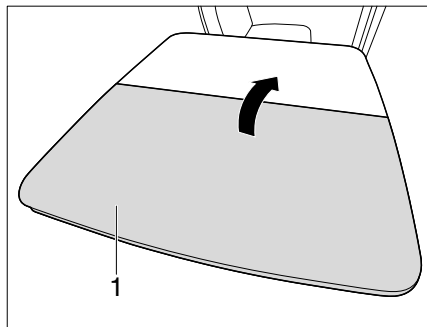

Fig. 121 Rabattre la table pliante
- Rabattre la moitié de table (Fig. 121,1).